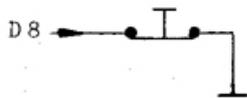
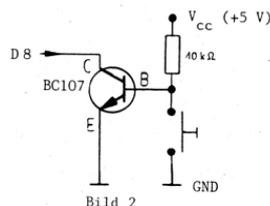

Bild 1: Ruhekontakt
Bild 2: Arbeitskontakt mit Inverter
Falls bei dieser Tastatur die Datenleitung D8 offen ist und nicht wie üblich auf Masse (Logisch 0) liegt, können die fehlenden, für die neue Software benötigten ASCII-Steuerzeichen auch erzeugt werden. Dazu braucht es eine zusätzliche Taste mit einem Ruhekontakt oder einen Arbeitskontakt mit Inverter. Da diese Tastatur zwei unbenutzte Tasten (A0 und B0) mit Arbeitskontakt besitzt (leider verstümmelte), kann die Lösung nach Bild 2 mit einer dieser Tasten realisiert werden. Beide Lösungsmöglichkeiten führen zum Ziel. Die Lösung nach Bild 1 ist mechanisch einfacher, während die Lösung nach Bild 2 optisch ansprechender ist.
#### 3.2.1 Lösung nach Bild 1
#### 3.2.2 Lösung nach Bild 2
- 3.2.2.2 Graue Litze (D8) des Anschlusskabels vom Print 810605 ablöten und mit dem Kollektor des Transistors BC 107 verbinden (siehe Bild 2 + 4).